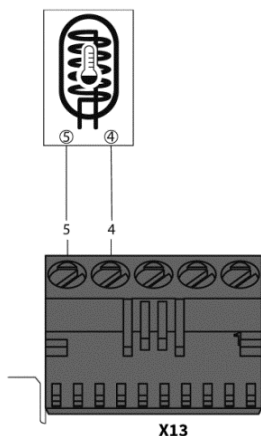

Abb. 21: Anschluss Trinkwarmwasserspeicher-Temperaturfühler
- ➔ Schließen Sie den Trinkwarmwasserspeicher-Temperaturfühler/Trinkwarmwasserthermostat gem. Abb. 21 an.